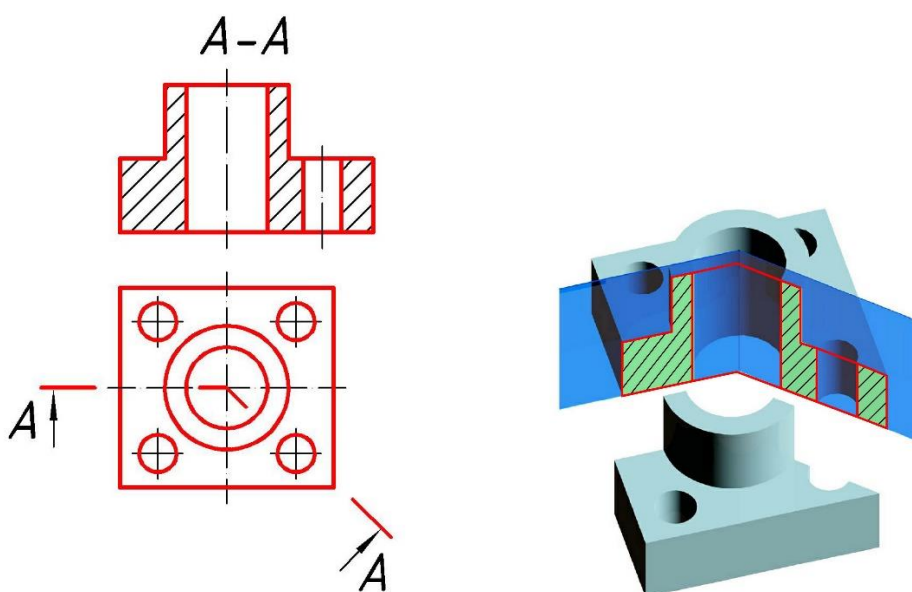

Рис.57
- **ломаные**, если секущие плоскости пересекаются (рис. 57). Все секущие плоскости сложного разреза обозначаются одинаковыми буквами, которые при необходимости ставятся в месте перегиба линии сечения.